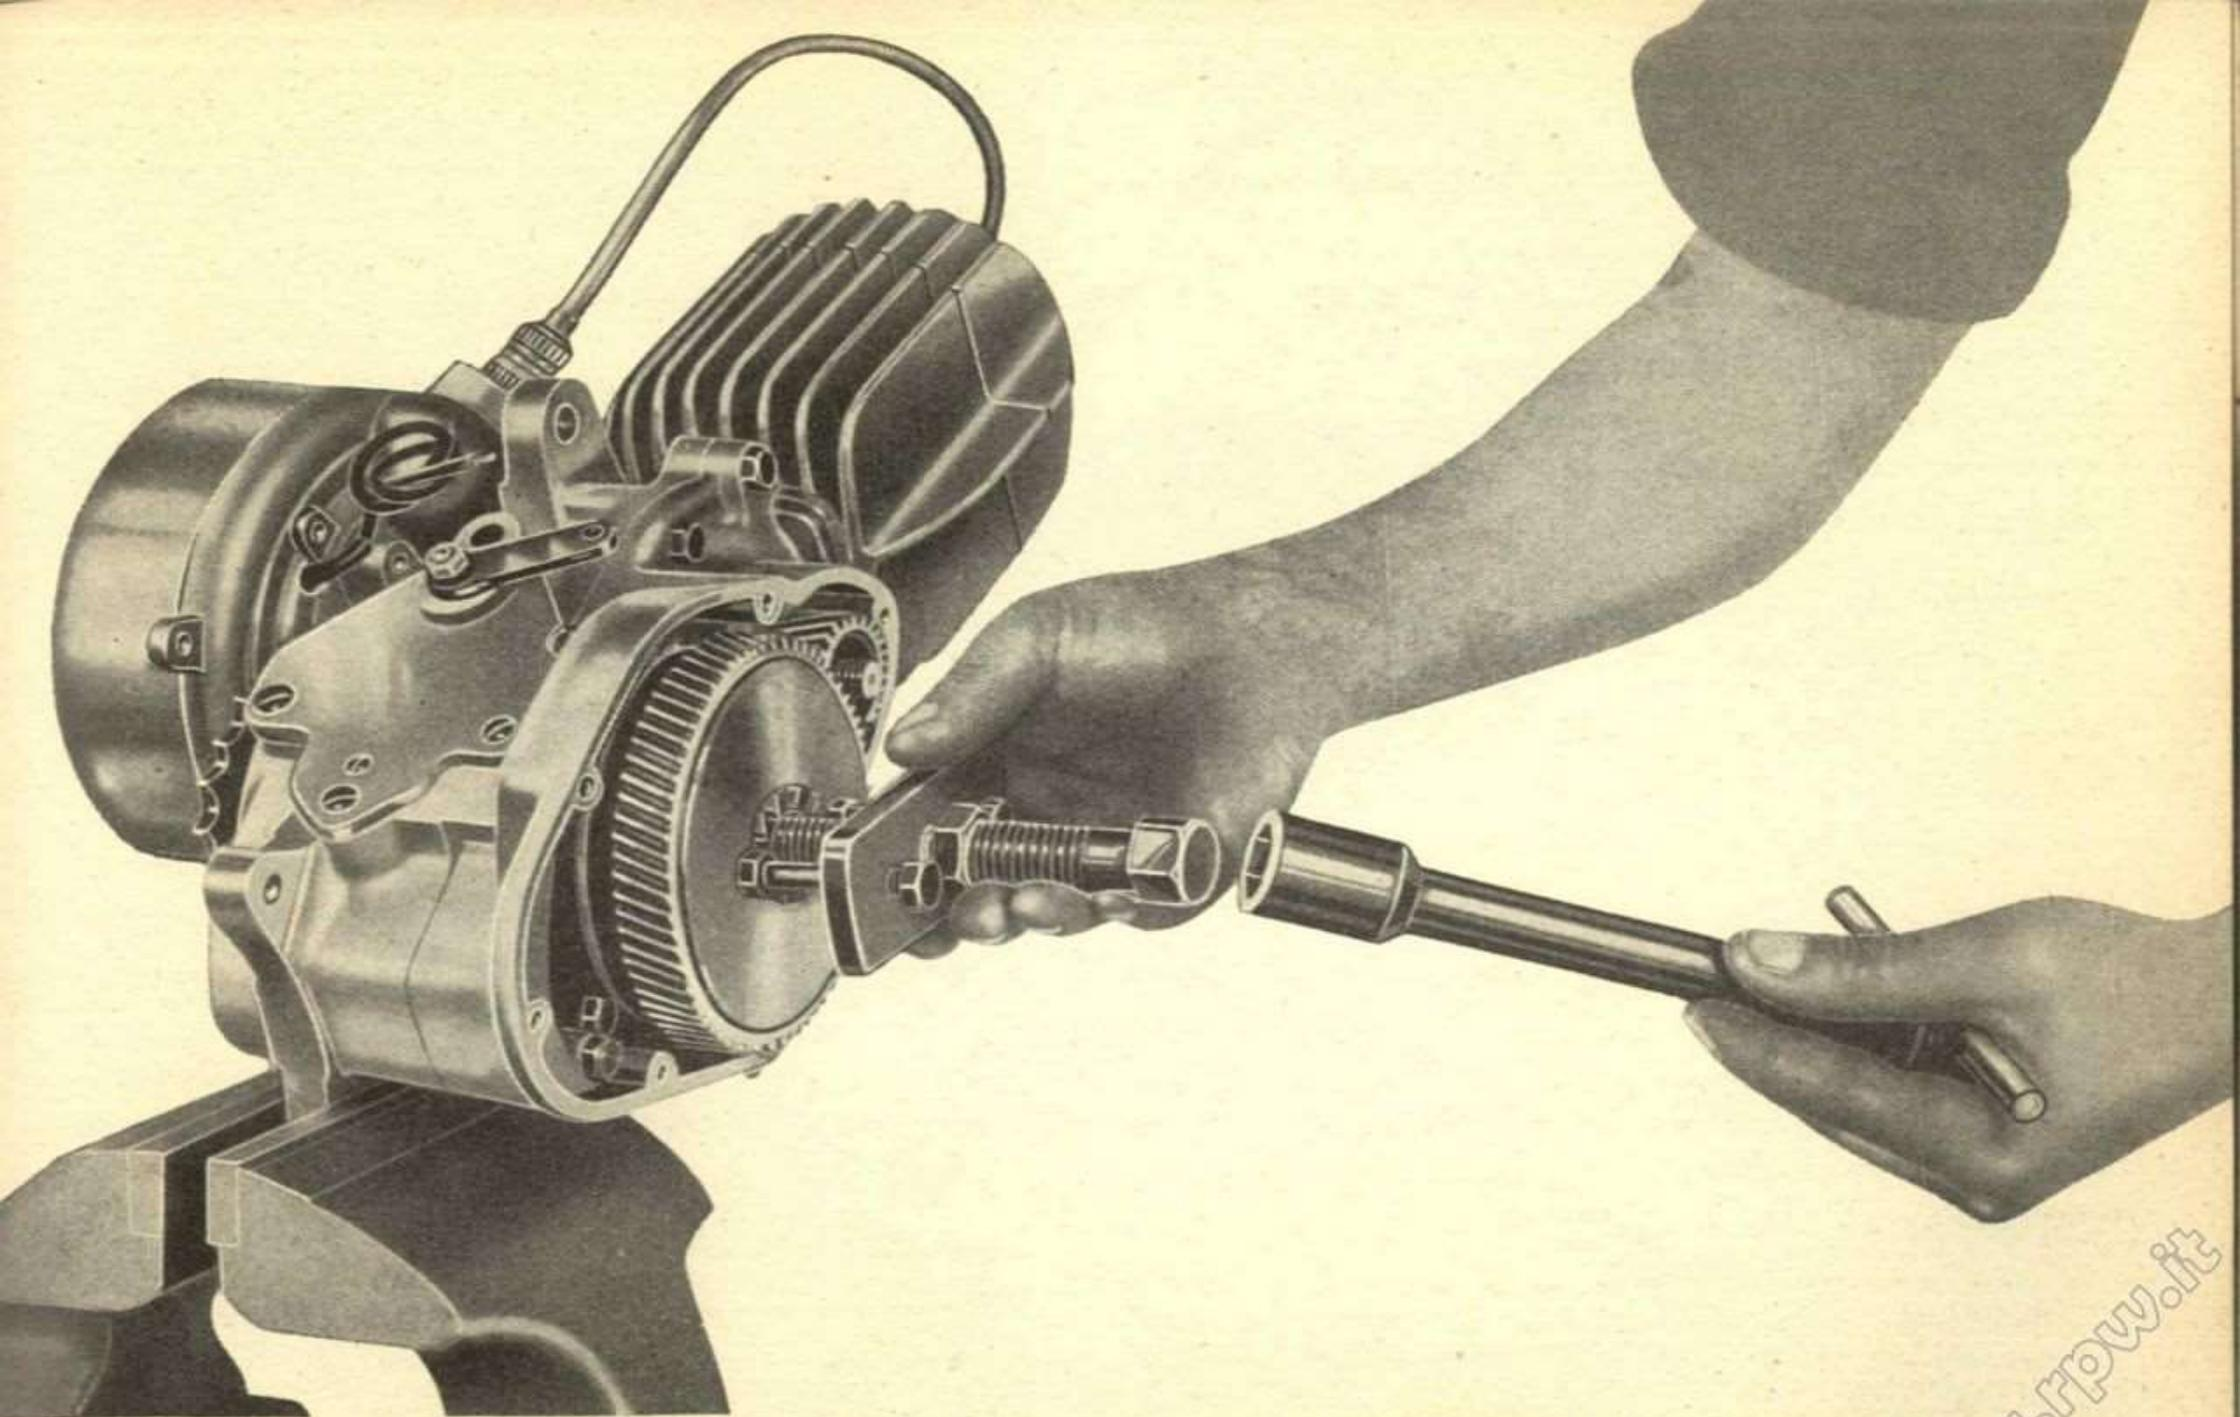

Fig. 8 - Estrazione del gruppo frizione
- mediante apposito estrattore l'ingranaggio con unito il piattello e i dischi della frizione (vedere fig. 8);